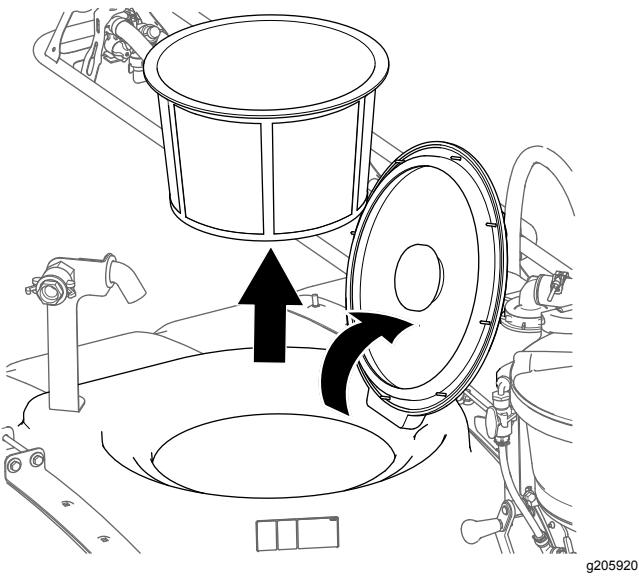

Figura 25
1. Aprite il coperchio del serbatoio di irrorazione e rimuovete il cesto del filtro (Figura 25).